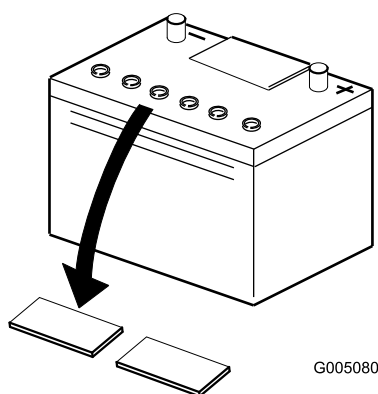

Figura 3
2. Pulite la parte superiore della batteria e togliete i tappi di sfogo (Figura 3).